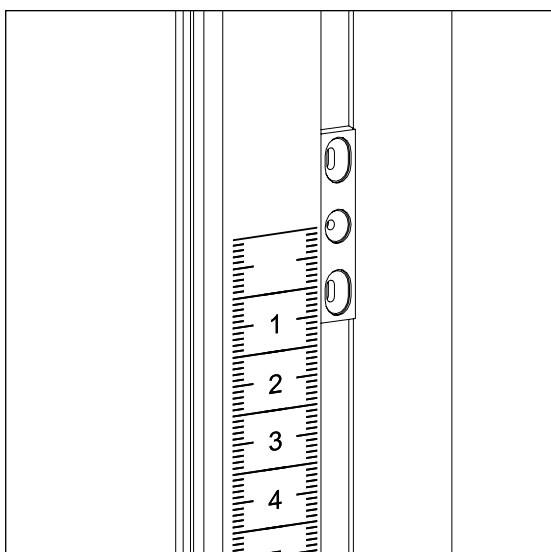
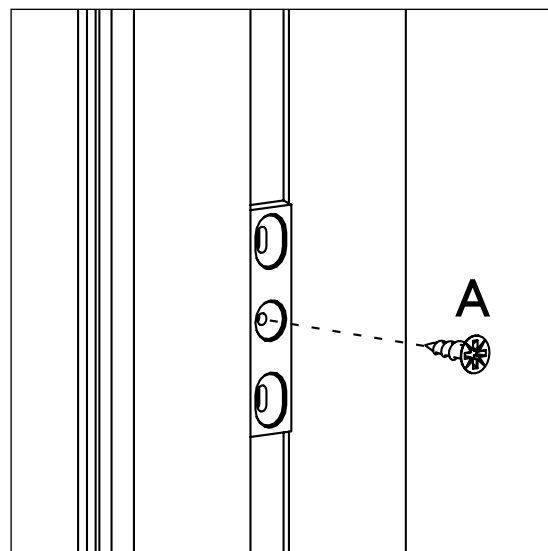
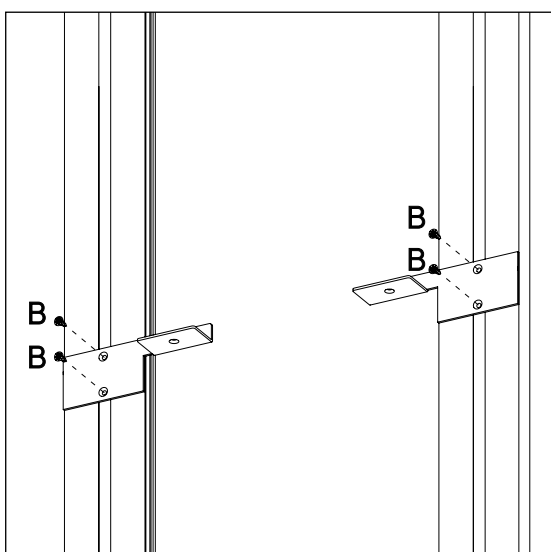
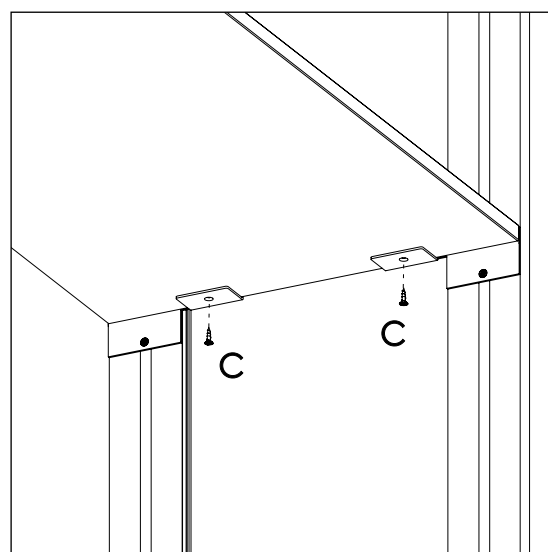

РИС. 9
РИС. 10
РИС. 11
РИС. 12
Установите монтажные планки SPC-03 Рис. 9 в левом и правом основном профиле SPC-08 на необходимой высоте и закрепите их саморезами (A) 3x9 в центральное отверстие Рис. 10. Закрепите полкодержатели SPC-04/SPC-05 через монтажные планки SPC-03 при помощи саморезов (B) 3x13 в основные профили SPC-08 Рис.11 Установите полку на полкодержатели SPC-04/SPC-05 и закрепите её при помощи саморезов (C) 3x16 Рис. 12